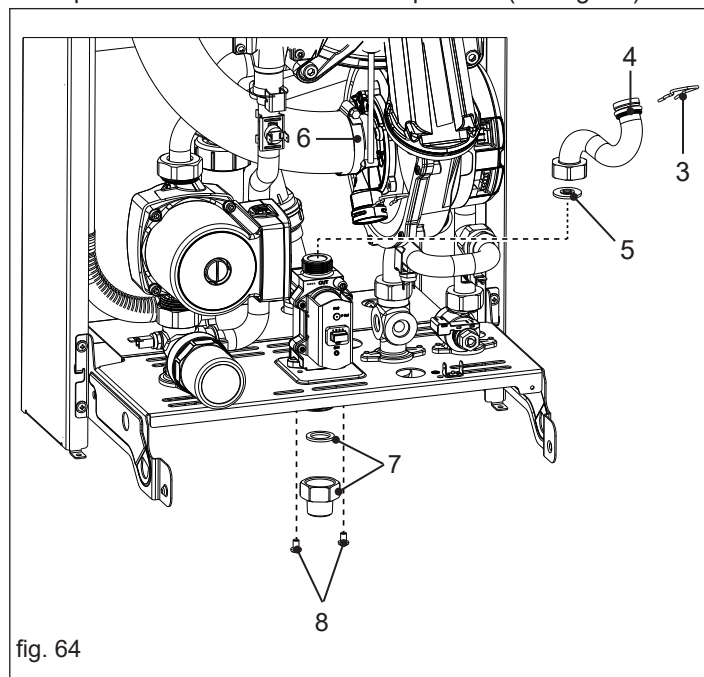

fig. 64
ATTENTION : Prêtez attention à la position de l'orifice du gaz (5-fig. 64).
- Retirez le clip (3-fig. 64), desserrez l'écrou et retirez le tuyau de gaz (4-fig. 64).
- Desserrez le collier de serrage du tuyau d'admission d'air sur le mélangeur (6-fig. 64) et retirez le tuyau d'admission d'air du mélangeur.
- Retirez le joint de réduction et de la vanne de gaz (7-fig. 64).
- Retirez les vis du robinet de gaz (8-fig. 64)